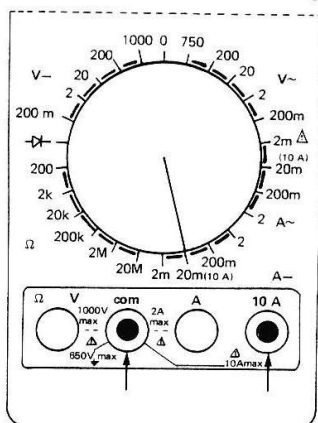

FIGURE 7
- Mettre le commutateur sur la position «20 m (10 A)» (A-). (Voir la figure 7 ci-dessous).